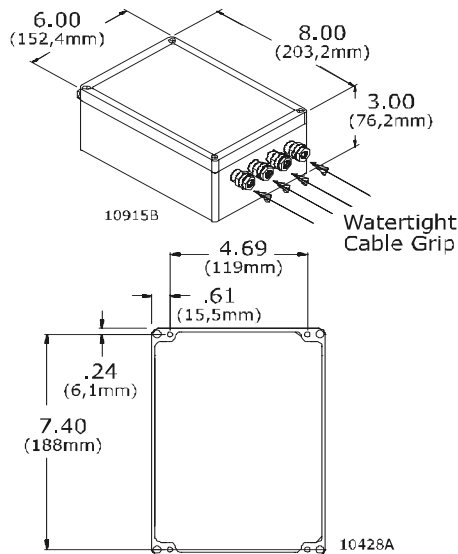

Abbildung 17: Abmessungen der Relaisverteilerdose
Siehe Abbildung 17:, Seite 17 .
- B) Befestigen Sie die Relaisverteilerdose mit 4 beiliegenden Schrauben. Die Abmessungen der Relaisverteilerdose und die Anordnung der Bohrungen für die Befestigungsschrauben sind Abbildung 17: auf Seite 17 zu entnehmen.